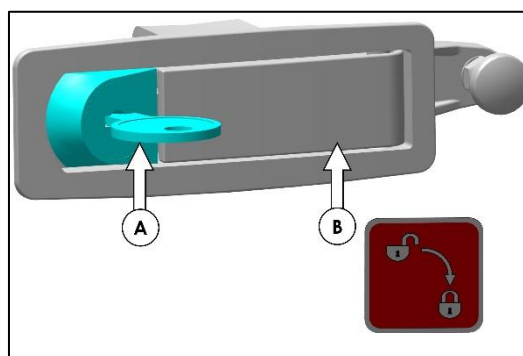

Fig. 148 : DISPOSITIF ET PICTOGRAMME DE VERROUILLAGE
- Un pictogramme de verrouillage du capot est apposé sous l'emplacement de la clé (voir Fig. 148).